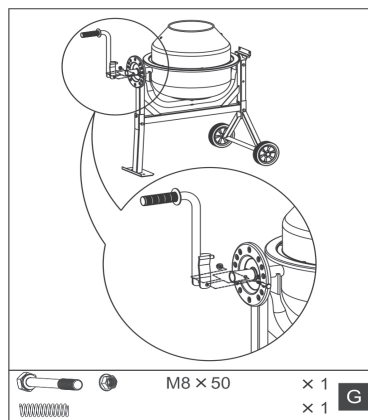

Fig.11
8. Coloque el resorte en el extremo abierto de la palanca giratoria. Una persona empuja la palanca giratoria con resorte en el eje hasta que los orificios de conexión sean visibles, otra persona empuja el tornillo correspondiente a través de la palanca giratoria y el eje. Fijar el tornillo (G), Fig.11.